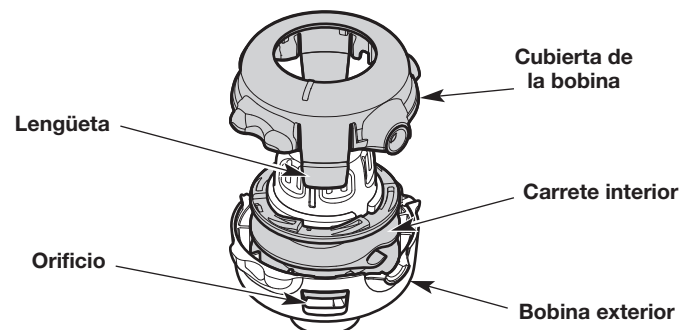

Fig. 23
- c. Suavemente incline el destornillador para destrabar la lengüeta del orificio (Fig. 23).
- e. Retire la cubierta de la bobina (Fig. 23). **NO** intente extraer ninguna otra pieza del cabezal de corte.
- g. Utilice una tela limpia para limpiar el carrete interior, la bobina exterior y la cubierta de la bobina (Fig. 23).
- h. Se deben alinear las lengüetas de la bobina con los orificios de la bobina exterior (Fig. 23). Oprima la cubierta de la bobina sobre la bobina exterior hasta que las lengüetas entren a presión firmemente en los orificios.